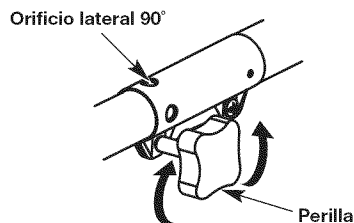

Fig. 5
PRECAUCIÓN: Antes de operar esta unidad, cerciéndose de que el botón de liberación esté completamente encajado en el orificio principal (Fig. 4) y de que la perilla de ajuste (Fig. 5) esté firmemente apretada.
1. Gire la perilla en sentido antihorario para aflojarla (Fig. 5).
3. Gire la perilla en sentido horario para ajustarla (Fig. 5).
Para realizar recortes decorativos con el accesorio de corte de cabezal de línea u otro accesorio, trabe el botón de desconexión del accesorio de corte u otro accesorio en el interior del agujero de 90° (Fig. 5).